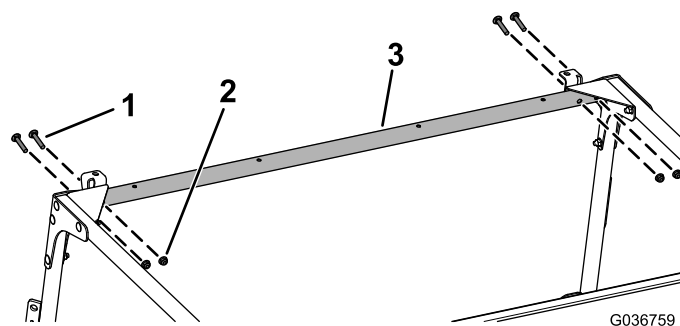

Figure 11
10. Fixez légèrement la liaison transversale avant aux plaques avant et aux goussets d'angle à l'aide de 4 boulons de carrosserie (5/16" x 1-3/4") et 4 écrous à embase (5/16"), comme montré à la Figure 11.